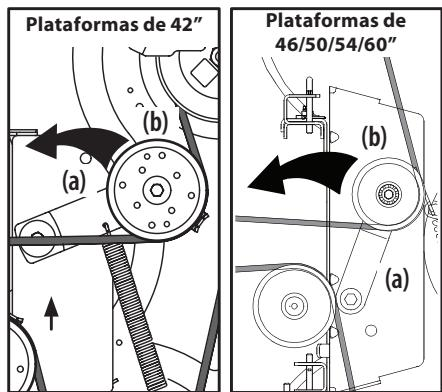

Figura 41
- Usando la manija de elevación de la plataforma o el pedal y la perilla de elevación de la plataforma, levante la plataforma a la posición que le ofrece mayor recorrido horizontal de la correa entre las poleas locales de la plataforma y la polea de la PTO en la base del motor. Vea la Figura 41.
- Desde la parte media del tractor, haga girar el soporte de polea loca (a) y la polea loca móvil (b) hacia atrás, justo lo suficiente para levantar la correa, por encima de la polea del husillo. Consulte la Figura 41.